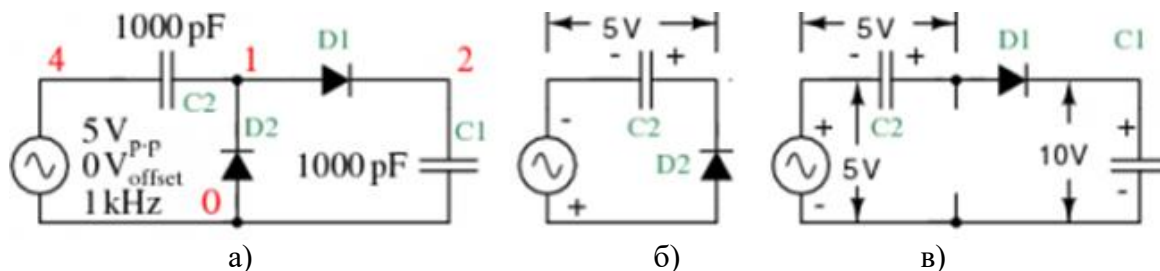
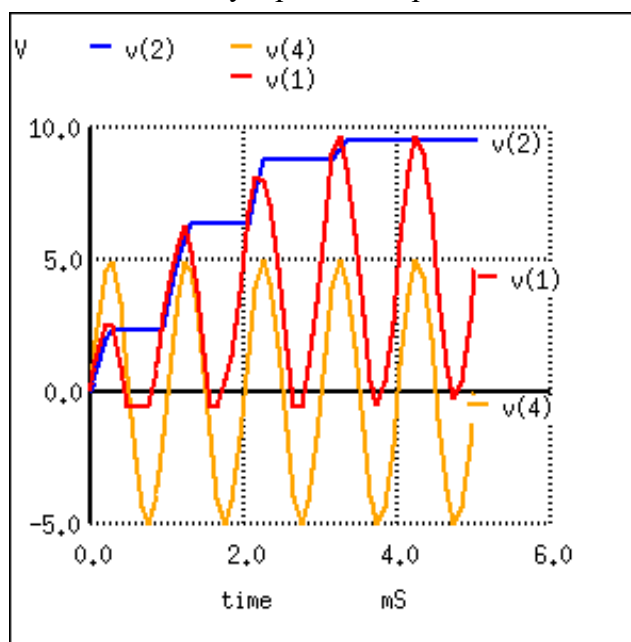

Рис. 13. Удвоитель напряжения
Рис. 14. Удвоитель напряжения: v (4) вход, v (1) фиксатор уровня напряжения, v (2) однополупериодный выпрямитель — выход удвоителя
Еще один ограничитель показан на рис. 13. Схема ограничивает «размах» выходного сигнала приблизительно до $\pm 0,7$ В. Может показаться, что это очень малое значение, но если следующим каскадом схемы является усилитель с большим коэффициентом усиления по напряжению, то входной сигнал для него всегда должен быть немногим больше чем 0 В, иначе усилитель попадет в режим «насыщения» (например, если коэффициент усиления каскада равен 1000, а
Показанный на рисунке 13а однополупериодный удвоитель напряжения, состоит из двух схем: фиксатора уровня (восстановителя постоянной составляющей) (рис. 13б) и детектора пика (однополупериодного выпрямителя), который изображён в модифицированной форме на рисунке 13с.
Во время действия положительного полупериода напряжения, начинает работу однополупериодный выпрямитель (см. рисунок 13с). Диод D2 не будет пропускать ток, поскольку он обратен смещён. Теперь конденсатор C2 включён последовательно с источником напряжения. Следовательно, на выходе схемы будут общие 10 В при амплитудном значении сигнала (5 В с генератора и 5 В с конденсатора C2). Диод D1 проводит сигнал v (1) (см. рисунок 14), заряжая C1 до амплитудного значения 5 В постоянного тока (см. рисунок 14 v(2)). Сигнал v(2) — это выход удвоителя, который стабилизируется на уровне 10 В (8,6 В с учётом падения напряжения на диодах) через несколько периодов переменного напряжения.